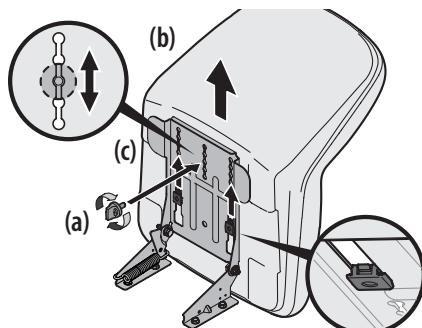

Figure 4
4. Faites glisser le siège (b) vers l'arrière dans le support de pivotement (c) en alignant la fente centrale du support avec le trou libre sur la base du siège (b). Voir Figure 4.
NOTE: Assurez-vous que les deux encoches du siège s'engagent dans le support de pivotement, comme illustré dans l'encadré de la Figure 4.